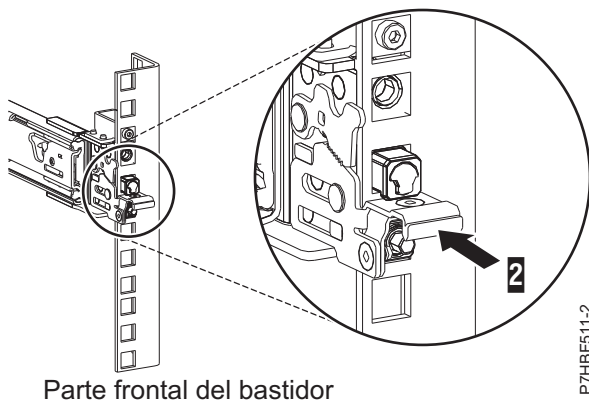

Figura 6. Pestillo asentado en el riel frontal del bastidor
7. Al tirar del raíl deslizante hacia adelante, asegúrese de que las tres patillas sobresalen de los orificios del bastidor y, a continuación, presione el pestillo frontal (2) hasta el final. Para conocer detalles, consulte la Figura 6.